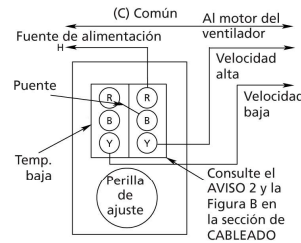
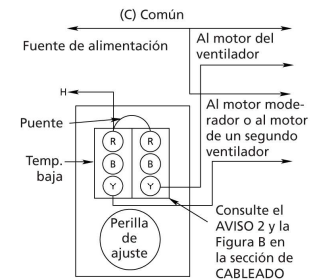

Figura 4 – Termostatos SPDT/SPDT de Dos Etapas en Control de un Ventilador de Ventilación de Dos Velocidades
Figura 5 – Termostatos SPDT/SPDT de Dos Etapas en Control de un Ventilador de Ventilación de Velocidad Única y de un Motor Moderador de Aumento de Volumen
3. Termostatos con interrupción SPDT/SPDT de 2 etapas: Si la conexión es similar a la Figura 4, el ventilador deberá activarse a aproximadamente la temperatura ambiente y deberá cambiar a alta velocidad, al girarse la perilla hacia la izquierda a un ajuste de temperatura más baja. Si el cableado es similar a la Figura 5, el moderador deberá abrirse al girarse la perilla hacia la izquierda (a un ajuste de temperatura más baja). Los dispositivos deberán funcionar en la secuencia inversa cuando se gira la perilla hacia la derecha.
La Figura 4 muestra el cableado para controlar un ventilador de ventilación de dos velocidades. Cuando el elemento de control alcanza los ajustes de la perilla, el interruptor de baja temperatura arranca el ventilador a velocidad baja. Si la temperatura ambiente continúa aumentando, el interruptor de temperatura alta le suministra alimentación eléctrica al devanado de alta velocidad del motor.
La Figura 5 muestra un SPDT/SPDT conectado en forma típica para una aplicación de ventilador de dos velocidades. El motor moderador será energizado cuando la temperatura alcanza el ajuste de la perilla. Si la temperatura continúa aumentando, el motor del ventilador será energizado por el interruptor de temperatura alta.